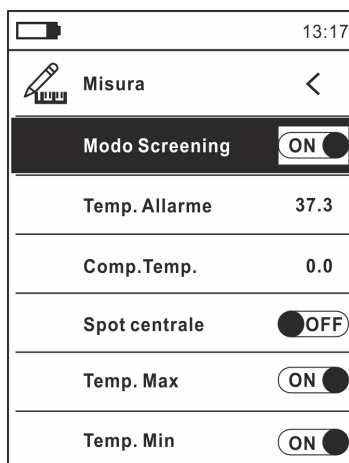

Fig. 5: Menu Misura
4. Selezionare il modo "Screening", impostare la soglia di temperatura di allarme e attivare la visualizzazione del cursore "S" (spot centrale fisso) a display all'interno del menu "Misura" (vedere § 5.2 – Fig.5)